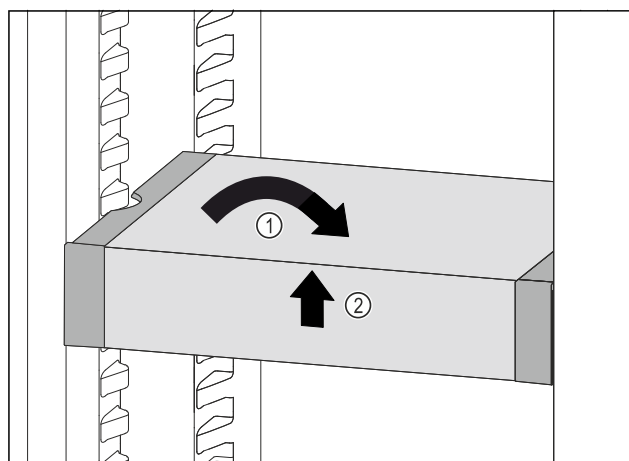

Fig. 130
- ▶ Plasser VarioSafe rett. Fig. 130 (1)
- ▶ Løft VarioSafe opp i forkant. Fig. 130 (2)